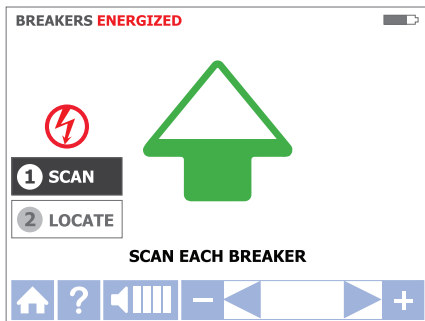

Abbildung 3.4b
3. Schritt 1 – ① SCAN:
- a. Das Gerät startet automatisch im ① **SCAN**-Modus – siehe Abbildung 3.4b.